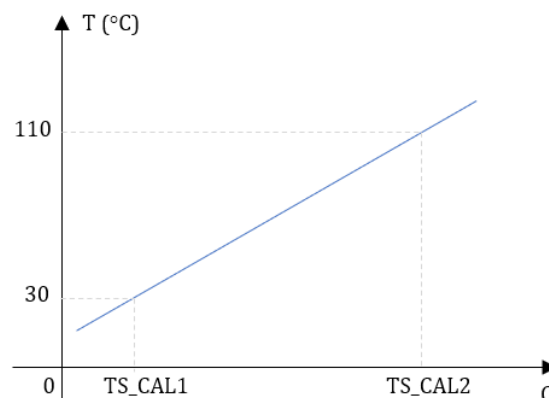

Figura 8 – Relação entre o valor convertido (C) do sinal do sensor e a temperatura medida (T).
A partir dos valores obtidos da Tabela 2, é possível montar o gráfico que descreve a relação entre o valor convertido (C) do sinal do sensor e a temperatura medida (T), conforme mostrado na Figura 8.